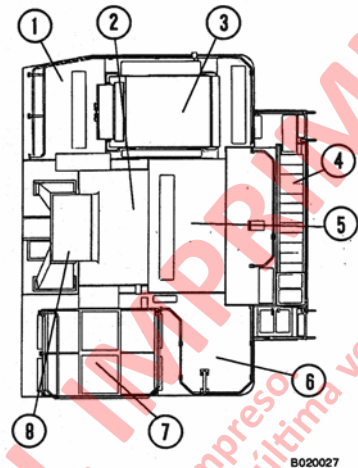

FIGURA 2-1. COMPONENTES DE LA PLATAFORMA
Los componentes de la plataforma del modelo 930E HAULPAK® son desmontables por secciones, como aparece en la Figura 2-1. Las siguientes instrucciones de desmontaje e instalación detallan los pasos a seguir antes de desmontar las plataformas y capó. Se podría requerir realizar acciones adicionales antes de desmontar la plataforma u otra estructura mayor dependiendo del equipo opcional instalado en el camión, en fábrica o después de la entrega.
1. Saque la estructura que une la escalerilla diagonal (4, Figura 2-1) al parachoques delantero.